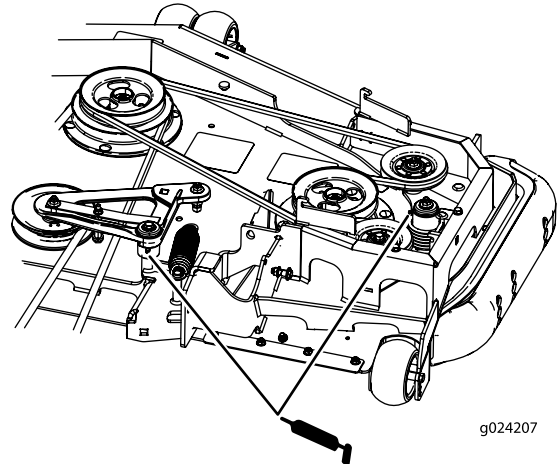

Figura 53
6. Engrase los brazos tensores de la correa de la carcasa (máquinas de descarga trasera solamente), como se muestra en la Figura 53.